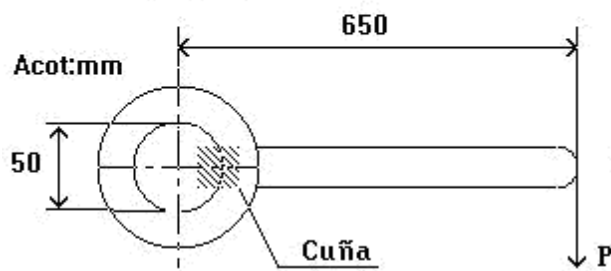

Figura 6
9.- En la figura 6 una palanca para operar una válvula de compuerta se sujeta a una flecha de acero por medio de una cuña de 12 x12 x 25 mm . Calcular el esfuerzo cortante en la cuña cuando se aplica una fuerza de 1000 N, así mismo recomiende un acero para la fabricación de la cuña si se requiere un F.S=2.2.